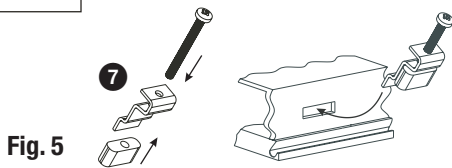

Fig. 5
- Schieben Sie das Bedien- und Anzeigerät in den Türausschnitt. Achten Sie dabei auf den richtigen Sitz der Dichtung ⑥.
- Verschrauben Sie die Schrauben Fig. 5 bis die Ecken des Rahmens auf der Schaltschranktür aufliegen.